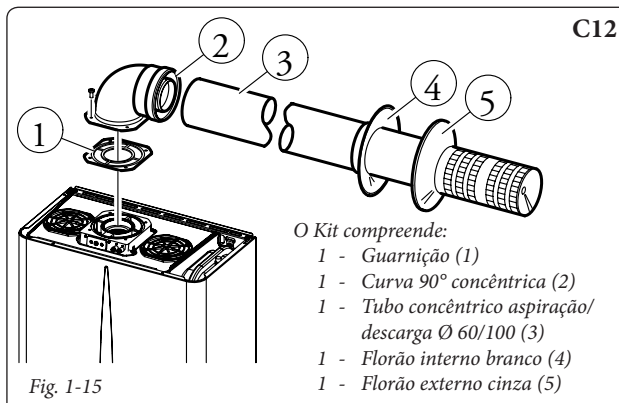

Fig. 1-15
Kit horizontal de aspiração - descarga Ø60/100. Montagem do kit (Fig. 1-15): instalar a curva com flange (2) no furo central da caldeira colocando a guarnição (1) e fechar com os parafusos presentes no kit. Ligar o tubo terminal (3) com o lado macho (liso) no lado fêmea (com guarnição com borda) da curva (2) até colocá-lo em batida, verificando se foi inserido o respectivo florão interno e externo. Neste modo, obtém-se a estanquicidade e a junção dos elementos que compõem o kit.